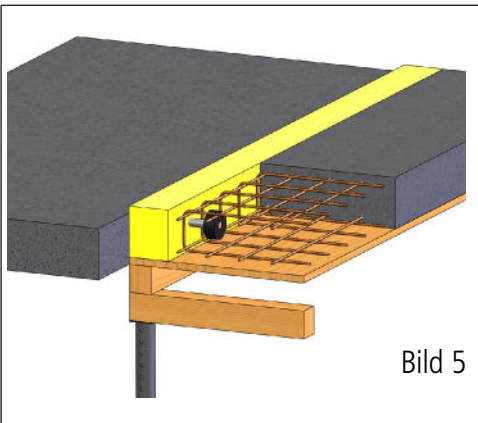

Bild 5
10. Verlegen der oberen und unteren Bewehrung ohne Kontakt mit dem **ZDE-UV** (Bild 5).